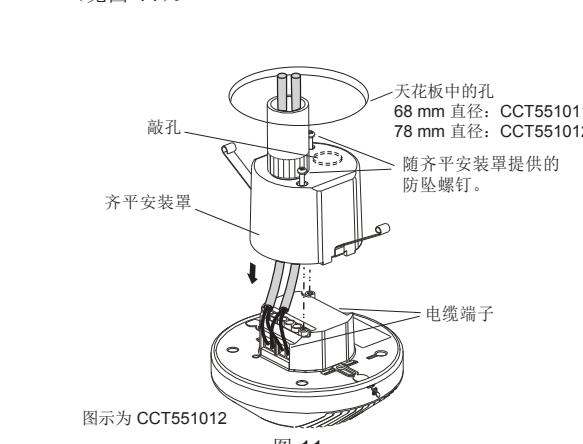

图 11
- 如果用户希望使用双穿线管，则应用螺丝刀打开齐平安装罩的敲孔，然后固定穿线管，并使电源线从中穿过（见图 11）。